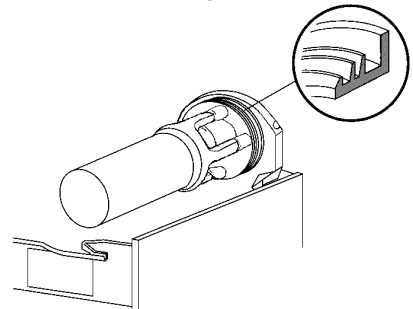

figura 13
- 2 - Lubricar el pistón grifo, el rascador interior (en los puntos A, B y C indicados en la figura 13) utilizando solamente la grasa suministrada por el fabricante u otra grasa para uso alimenticio.
- 4 - Volver a montar en su alojamiento la junta del contenedor. NOTA: El borde de mayor diámetro debe ser apoyado en la pared posterior (ver figura 13).